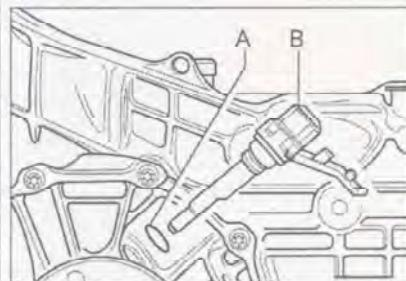

Рис. 7.283. Отсоедините разъем проводки от датчика (B).
4. Отсоедините разъем проводки от датчика (B) (рис. 7.283).